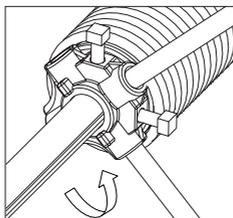

Рис.41
- установить вороток в гнездо натяжного наконечника, находящееся внизу (рис. 41);